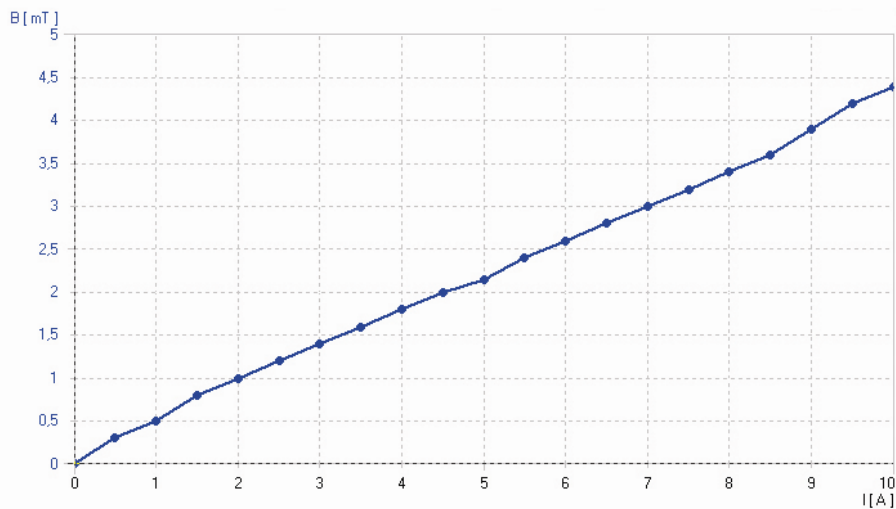

Fig. 2 Champ magnétique en fonction du courant
- Approchez le courant dans la bobine inductrice de 0 à 10 A en pas de 0,5 A et saisissez la densité correspondante du flux (fig. 2).